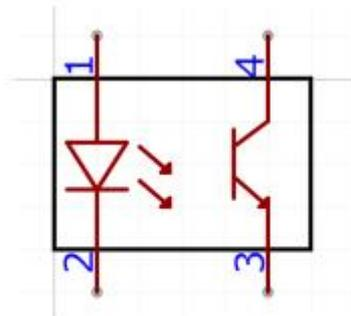

图 C-1
(1) 自制红外传感器符号, 命名“TCRT5000” 引脚及尺寸大小（栅格大小为 10）如图 C-1 所示。